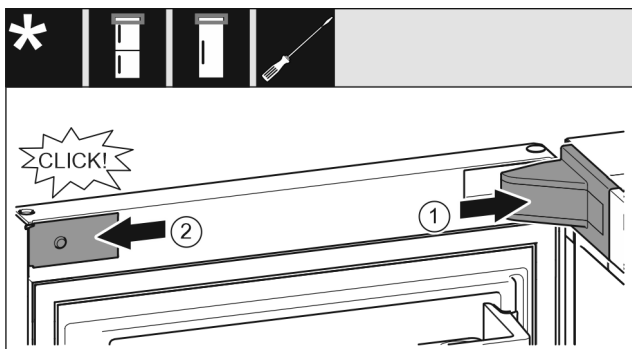

Fig. 22
- ▶ Lagerbokafdekking Fig. 22 (1) plaatsen en vastklikken, evt. voorzichtig uit elkaar drukken.
- ▶ Panelen Fig. 22 (2) aan de zijkanen plaatsen en vastklikken.